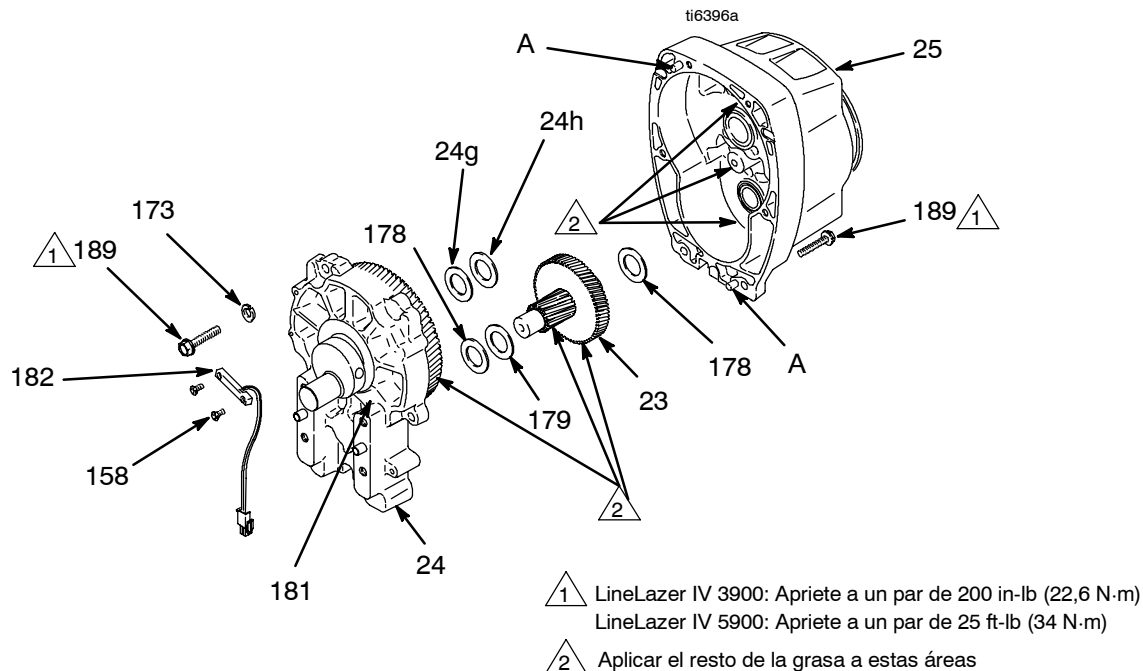

Fig. 3
2. Fig. 3. Saque el alojamiento del cojinete. Realice el procedimiento **Cambio del alojamiento del cojinete y de la biela**, en la página 10.
3. Retire los dos tornillos (158) y el interruptor de láminas (182).
4. Retire los seis tornillos (189) y del alojamiento del piñón (25).
5. Golpee suavemente alrededor del alojamiento de impulsión (24) para aflojarlo. Separe el alojamiento de impulsión del alojamiento del piñón. Hay que estar preparado para sujetar el tren de engranajes (23), que puede salirse al hacer este movimiento.
1. Aplique abundante grasa para cojinetes (suministrada con el grupo de cojinetes de repuesto) al grupo de cojinetes (23) y a las zonas especificadas en la nota 2.
2. Coloque la arandela de color bronce (24g) en el eje que sobresale por el eje grande del alojamiento de impulsión (24). Coloque la arandela plateada (24h) en el alojamiento del piñón. Limpie las superficies de acoplamiento del piñón y los alojamientos de impulsión. Alinee los engranajes y empuje el nuevo alojamiento de impulsión hacia el alojamiento del piñón y los pasadores de colocación (A).
3. Instale los seis tornillos (189). Apriete uniformemente al valor especificado en la nota 1 de la Fig. 3.
4. Instale el interruptor de láminas (182) con dos tornillos (158).